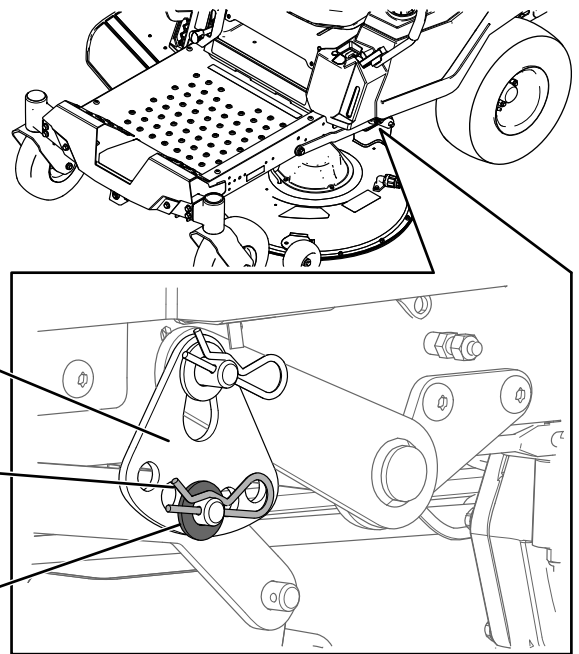

**Figura 66**
4. Coloque dos bloques de 6.6 cm (2 5/8") de grosor debajo de cada lado del borde delantero de la carcasa, pero no debajo de los soportes de los rodillos protectores del césped (Figura 66 o Figura 67).
5. Coloque dos bloques de 7.3 cm (2 7/8") de grosor debajo del borde trasero del faldón de la carcasa de corte, uno en cada lado de la carcasa de corte (Figura 66 o Figura 67).